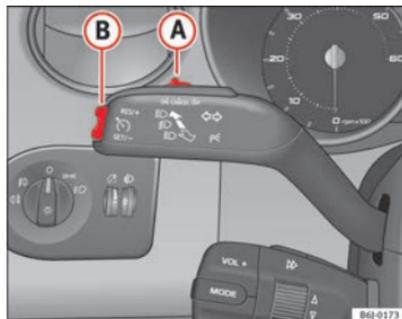

Abb. 125 Blinker- und Fernlichthebel: Schalter und Wippe für die Geschwindigkeitsregelanlage
- Schieben Sie den Schalter ⇒ Abb. 125 **A** nach links auf **ON**.